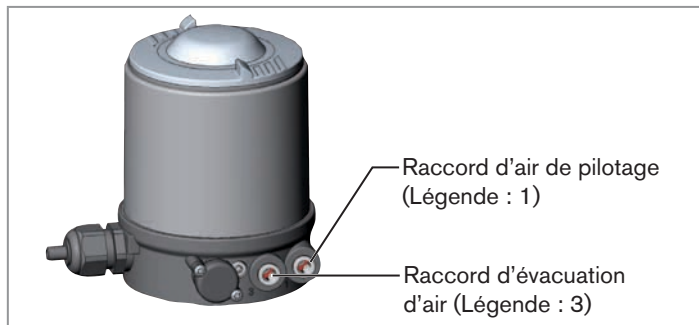

Fig. 9 : Raccordement pneumatique
- Raccorder le fluide de commande au raccord d'air de pilotage (1) (3 ... 7 bars ; air d'instrument, exempt d'huile, d'eau et de poussières).
- Monter la conduite d'évacuation d'air ou un silencieux sur le raccord d'évacuation d'air (3) (voir « Fig. 9 »).